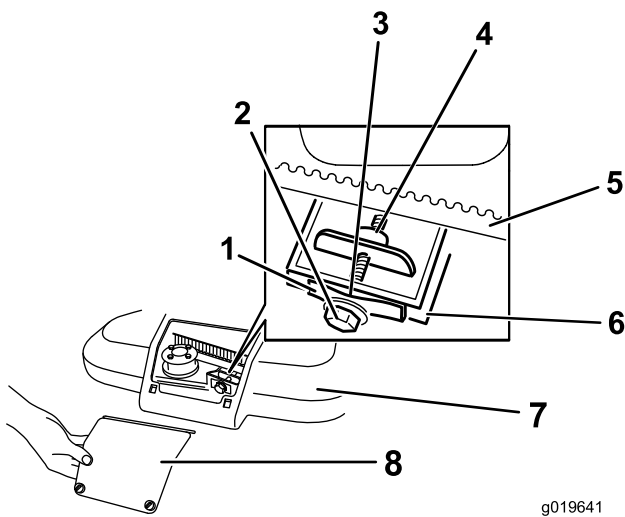

Figure 32
1. Desserrez les 2 vis sur le panneau d'accès au couvercle de courroie et déposez le panneau (Figure 32).
Remarque: Si un espace est visible entre la jauge et le ressort, serrez le boulon et l'écrou de réglage jusqu'à ce que la jauge d'épaisseur puisse à peine passer dans l'espace (Figure 32).